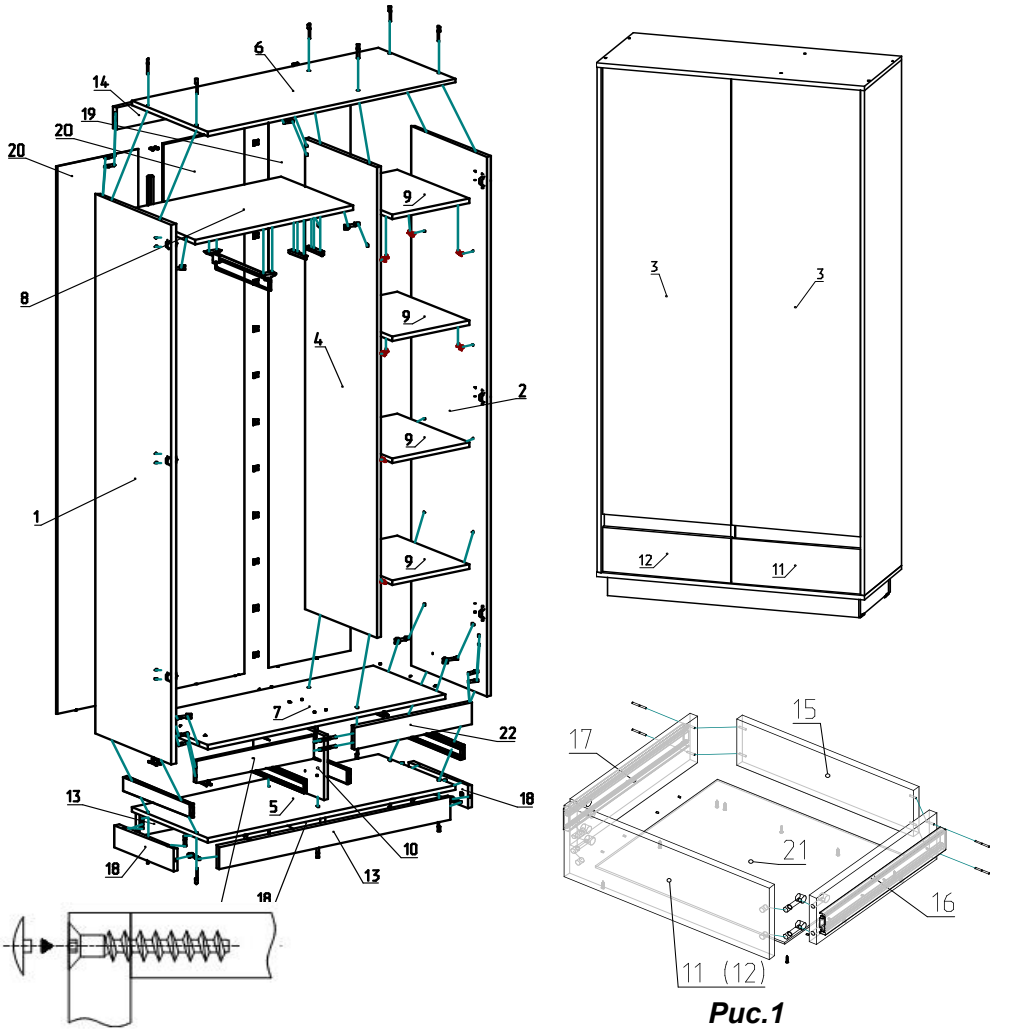

Рис.1
**Сборка ящиков (рис.1,11)** Соединить стенки ящика боковые поз.16,17 со стенкой задней ящика поз.15 шурупами 4x30 поз.36. Соединить фас.стенку ящика поз.11 (12) с боков.стенками поз.16,17 эксцентриковыми стяжками. Установить дно ящика ДВПО поз.21 в паз стенки фасадной, закрепить дно ящика к коробу шурупами 3x16. Установить шариковые направляющие поз.43 на шурупах 3,5x16 на боковые стенки ящиков. Вставить ящики в проем, соединив шариковые направляющие, вставив их друг в друга, пока не раздается щелчок (Рис.11)